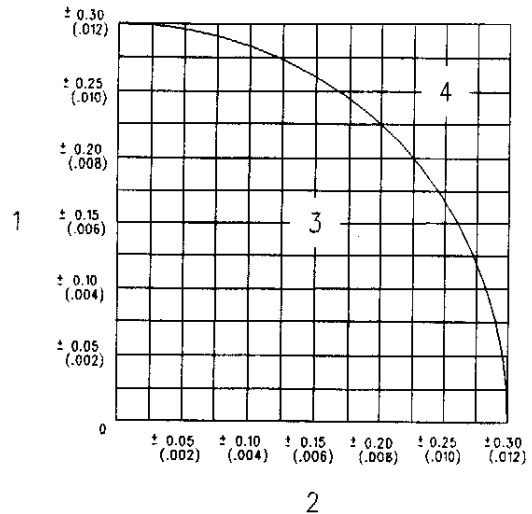

Ilustración 93
- Encuentre la intersección de las líneas de excentricidad (vertical y horizontal) en la ilustración 93.